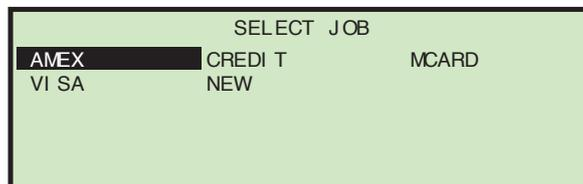

ABBILDUNG 16: Bildschirm Arbeitsvorgang wählen
- 7 Drücken Sie die Pfeiltasten nach oben/nach unten, um auf **CHANGE JOB (ARBEITSVORGANG ÄNDERN)** zu scrollen und drücken Sie die **Eingabe**-Taste. Es erscheint der Bildschirm Arbeitsvorgang wählen (Abbildung 16).